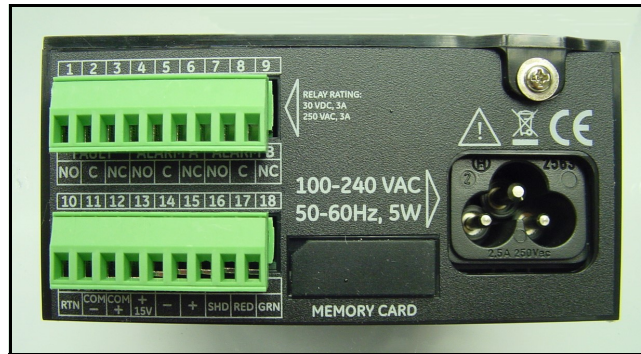

Figura 4: Panel posterior
2. Extraiga el tornillo de la parte superior del panel posterior (vea la Figura 4).